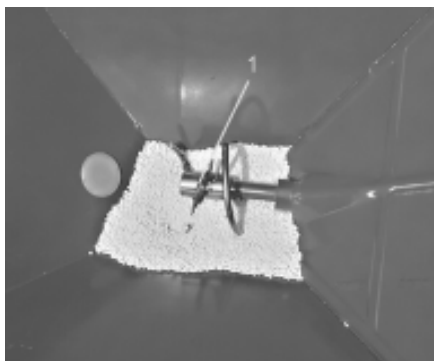

Fig. 38
- Omröraraxlarna är skyddade mot överbelastning av fjädersprintarna (Fig. 38/1)